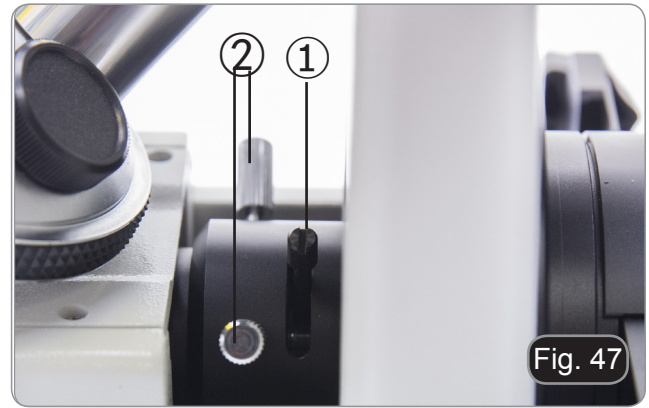

Fig. 46
8. Nach dem Austausch der alten Lampe setzen Sie den Zeitähler am Vorschaltgerät durch Drücken der Taste "Reset" zurück ①. (Fig. 46)